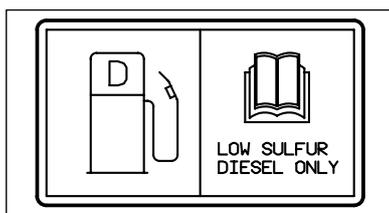

Abb.7-2b
**HINWEIS:** Nur Dieseldieselfkraftstoff mit niedrigem Schwefelgehalt benutzen, weil sonst die Motorleistung abnimmt und der Verbrauch zunimmt (Abb. 7-2b).